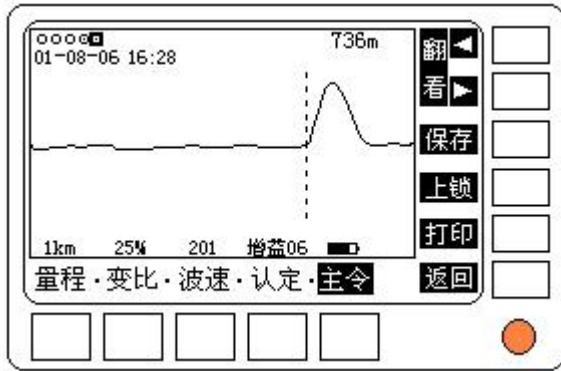

图 2.8.1
1. **进入记录管理**：在“主令”菜单下，按动“记录”键，即进入波形记录管理，如图 2.8.1。屏幕左上角的一排符号“○”表示已经保存的波形，按测试时间先后排列。其中有一个符号带黑框，表示该波形正在显示。